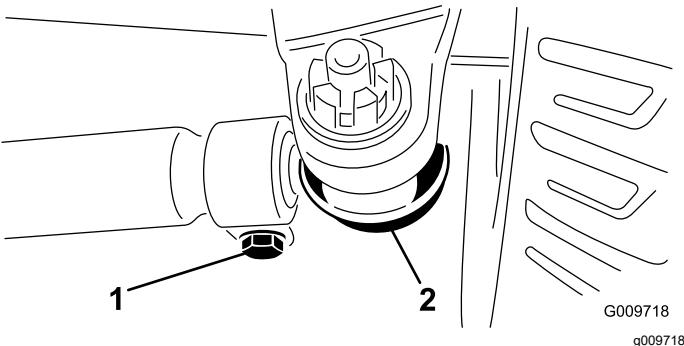

图 69
- 要进行调节应从任一横拉杆球窝接头卸除开口销和螺母 (图 69)。从轴箱支架中拆除横拉杆球窝接头。
3. 拧松横拉杆两端的夹具 (图 69)。
4. 将拆掉的球窝接头向内或向外旋转一 (1) 整圈。拧紧横拉杆松开端的夹具。
5. 将整个横拉杆组件以相同方向向内或向外旋转一 (1) 整圈。拧紧横拉杆连接端的夹具。